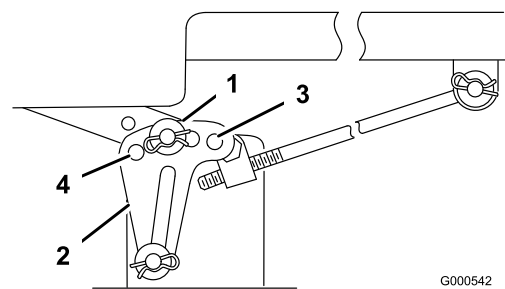

Figura 52
6. Retire el pasador y la arandela del soporte de nivelación (Figura 52).
7. Para nivelar la(s) cuchilla(s), vuelva a colocar el/los soporte(s) de nivelación en un taladro diferente y vuelva a colocar la arandela y el pasador. (Figura 52). Los taladros delanteros bajan la altura de la cuchilla y los taladros posteriores elevan su altura. Ajuste ambos lados según sea necesario.